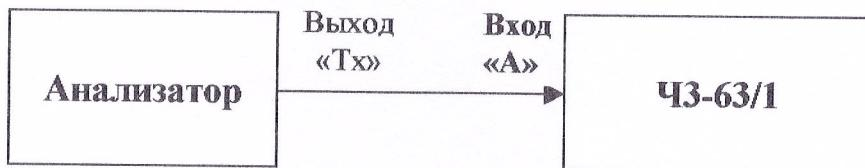

Рис.1.
8.3.1.3. Измерение тактовой частоты измерительного сигнала на выходе генератора импульсов на "Tx" выходе анализатора цифровых сетей SunLite E1 производится с помощью частотомера ЧЗ-63/1 (рис. 1).
8.3.1.5. Подайте сформированный (заданный) сигнал с выхода "Tx" анализатора цифровых сетей SunLite на вход «A» частотомера (рис.1).